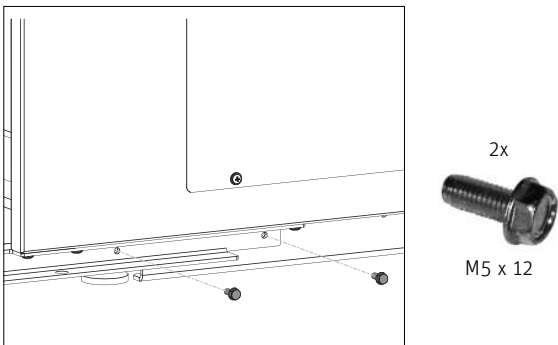

Fig. 70 Seitenwand mit 2 TT-Schrauben festschrauben
- ▶ Seitenwand rechts unten mit 2 TT-Schrauben M5 x 12 festschrauben – Fig. 70.